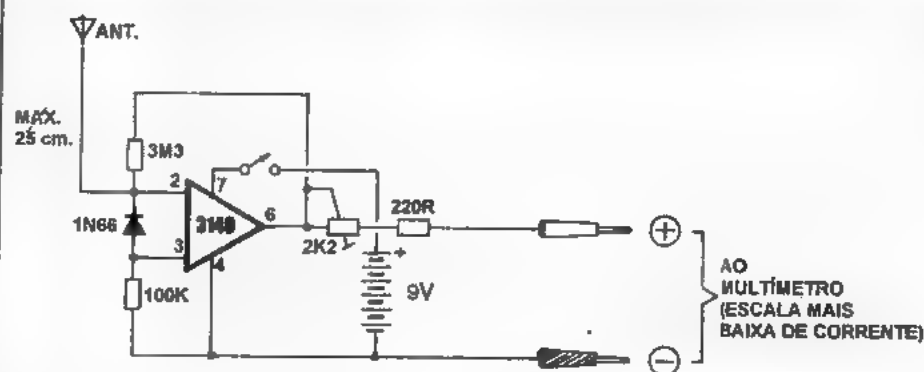

Fig. 1
- FIG. 1 - DIAGRAMA ESQUEMÁTICO DO CIRCUITO - O circuito, em si, é uma caquinha... Simples na sua concepção, muito reduzido no número de componentes (só peças comuns, de fácil aquisição...), utiliza como miolo ativo um integrado Amplificador Operacional, equivalente ao velho 741, porém internamente dotado (nos seus blocos de entrada...) de transistores de efeito de campo, o que lhe proporciona uma impedância muito alta, garantindo excelente sensibilidade a sinais aplicados às suas entradas inversoras e não inversoras (respectivamente pinos 2 e 3...), quando circuitado no modo diferencial... O citado integrado é o CA3140 (já conhecido dos leitores/ho-